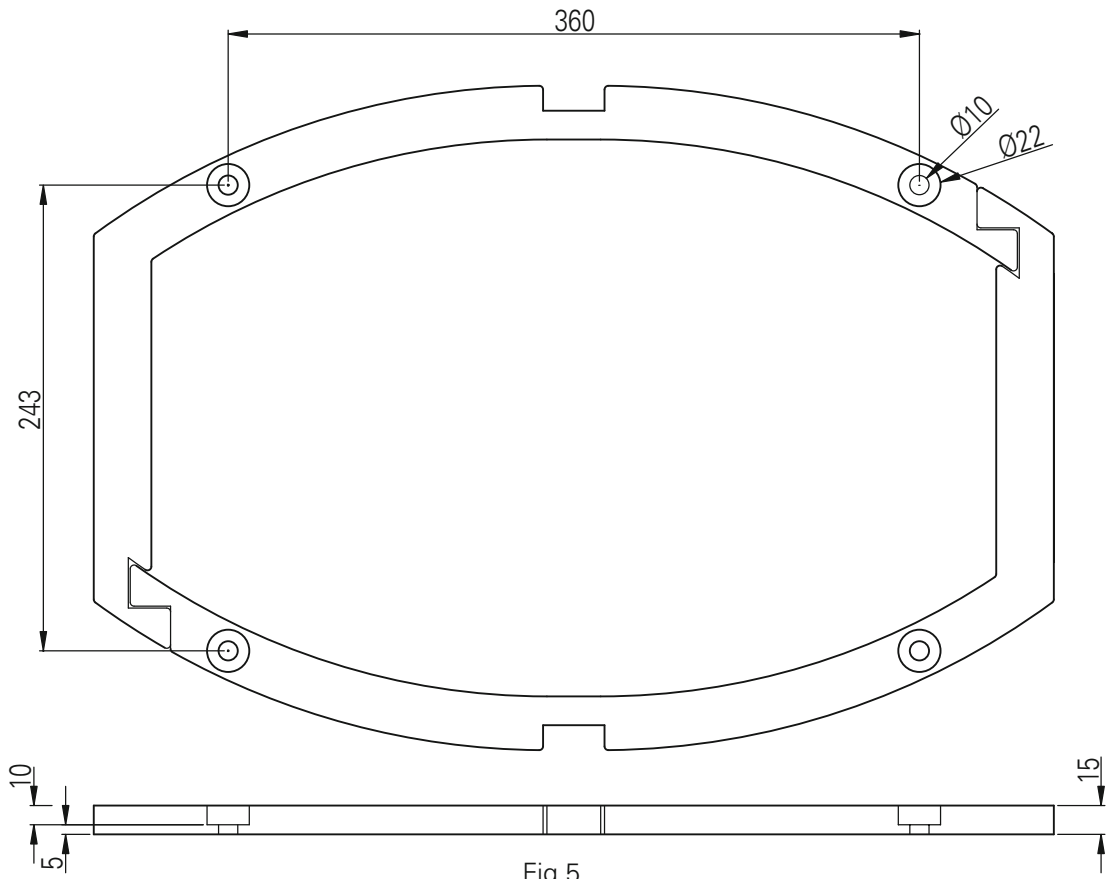

Fig 5
5. Placera sargen på golvet och fäst den vid behov med hjälp av expanderbult el dyl genom de försänkta hålen (se fig 5). Placera därefter ridån på sargen.